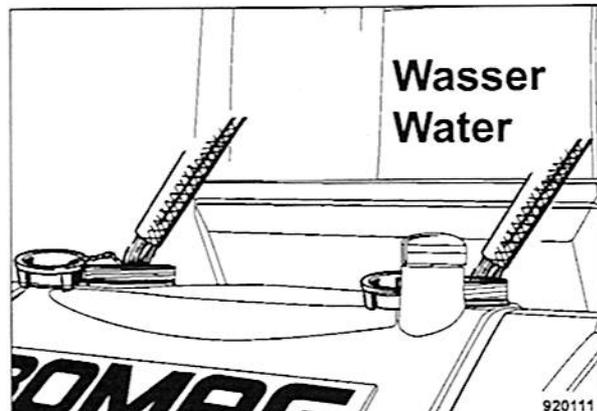

Fig. 124
- Abrir las tapas de ambos depósitos de agua, completar el nivel de agua (Fig. 124) y cerrar las tapas.